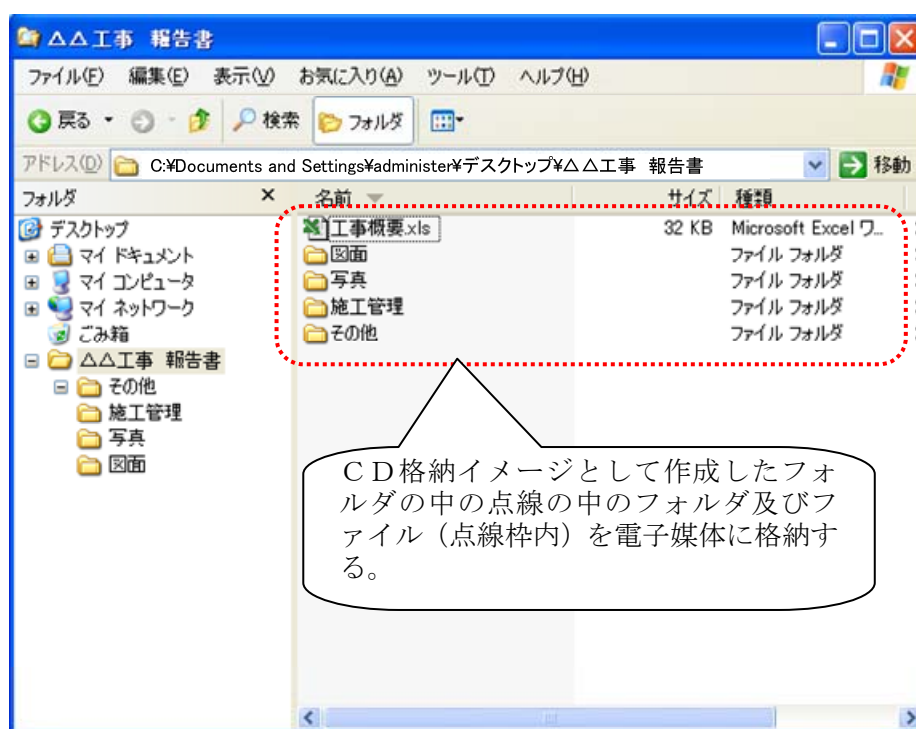

図 2-13 電子成果品のCD格納イメージ（パソコンの画面例）
- ・ パソコンのハードディスク等に新たにフォルダを作成し、「2.5 電子成果品の作成」に従って作成した「工事概要」「図面」「写真」「施工管理」「その他」等のファイル及びフォルダを格納する。(図 2-13 参照)